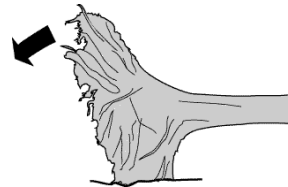

Figure 3 : Arbre déraciné dont la souche penche à l'opposé du tronc
■ Arbre déraciné dont la souche penche à l'opposé du tronc (Figure 3)